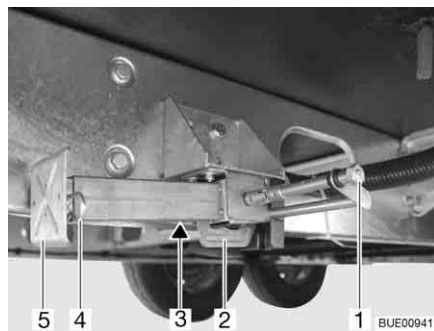

Fig. 44 Apoyo de elevación
- Colocar la llave de vaso en el hexágono (Fig. 44,1) y girarla hasta que el apoyo de elevación quede verticalmente hacia abajo.
- En caso de que la longitud del apoyo de elevación sea ajustable, extraer la clavija hendida (Fig. 44,4) de la prolongación del pie de apoyo (Fig. 44,5).
- Colocar la llave de vaso en el hexágono (Fig. 44,1) y girarla hasta que el apoyo de elevación esté de nuevo libre del suelo.
- Introducir totalmente la prolongación del pie de apoyo (Fig. 44,5) e introducir la clavija hendida (Fig. 44,4) en el orificio previsto para ello que hay en la prolongación del pie de apoyo.
- Girar el hexágono (Fig. 44,1) hasta que el apoyo de elevación se haya girado hacia arriba y la guía (Fig. 44,2) tenga contacto con el extremo de la ranura (Fig. 44,3).